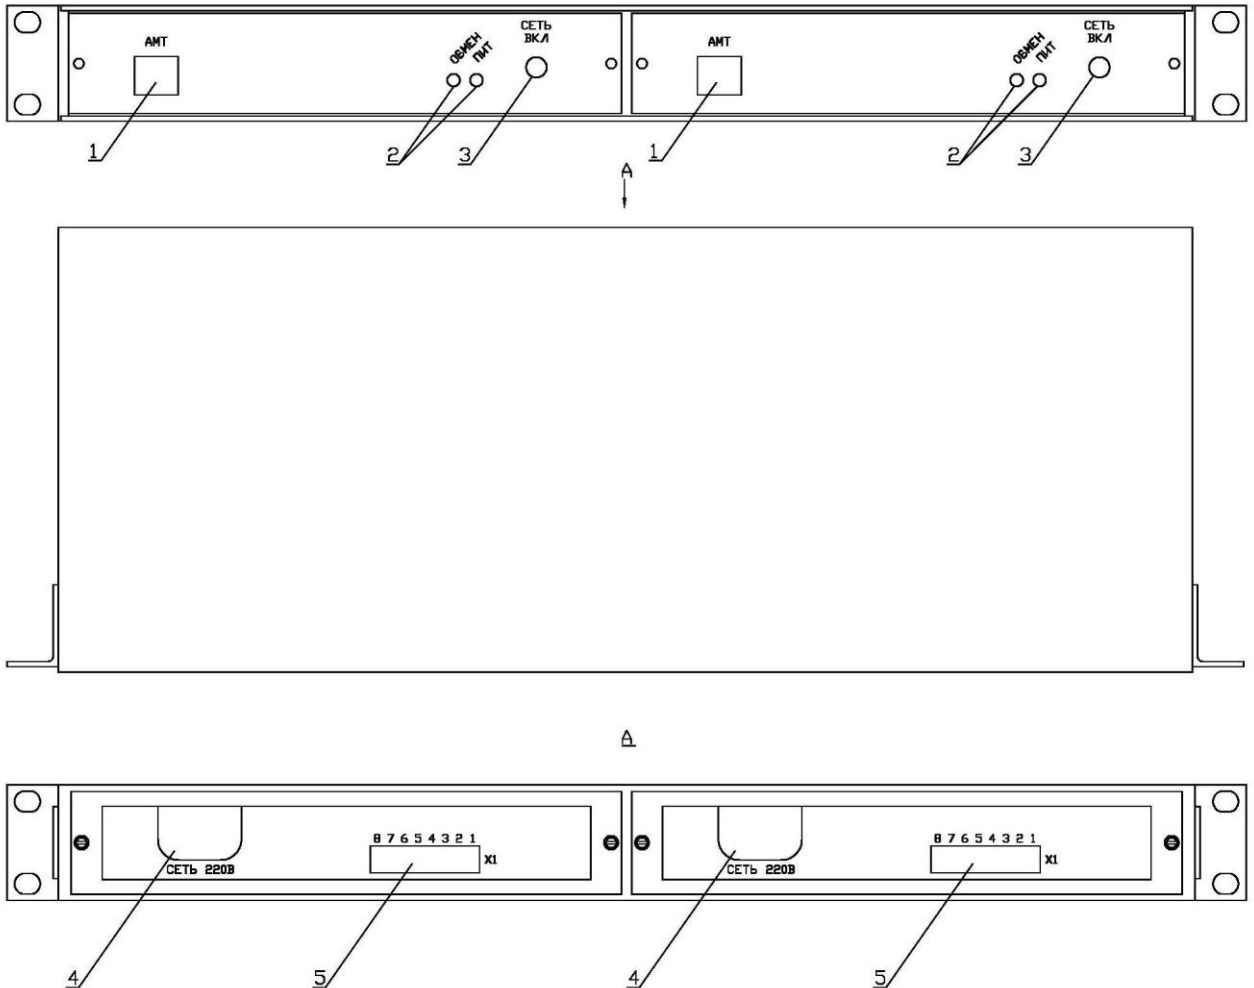

Рис.1
4.1. Блок БРОСТ смонтирован в алюминиевом корпусе, и предназначен для монтажа в стойку 19 дюймов, высота корпуса (1U). Внешний вид БРОСТ показан на рис.1.
4.3. Органы управления и индикации модуля БРОСТ (рис.1):